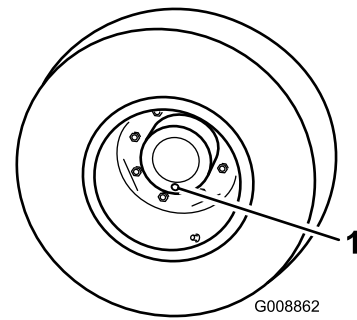

Bild 93
1. Stellen Sie die Maschine auf einer ebenen Fläche ab und positionieren Sie das Rad so, dass sich eine der Prüfschrauben in der untersten Stellung (6 Uhr) befindet (Bild 93).